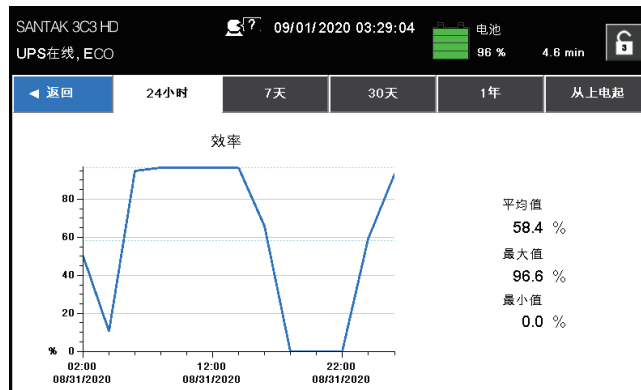

图6-7: 主屏幕中的效率屏幕
- ③ 请参见图6-7 “主屏幕中的效率屏幕”
① 请参见图6-7 “主屏幕中的效率屏幕”